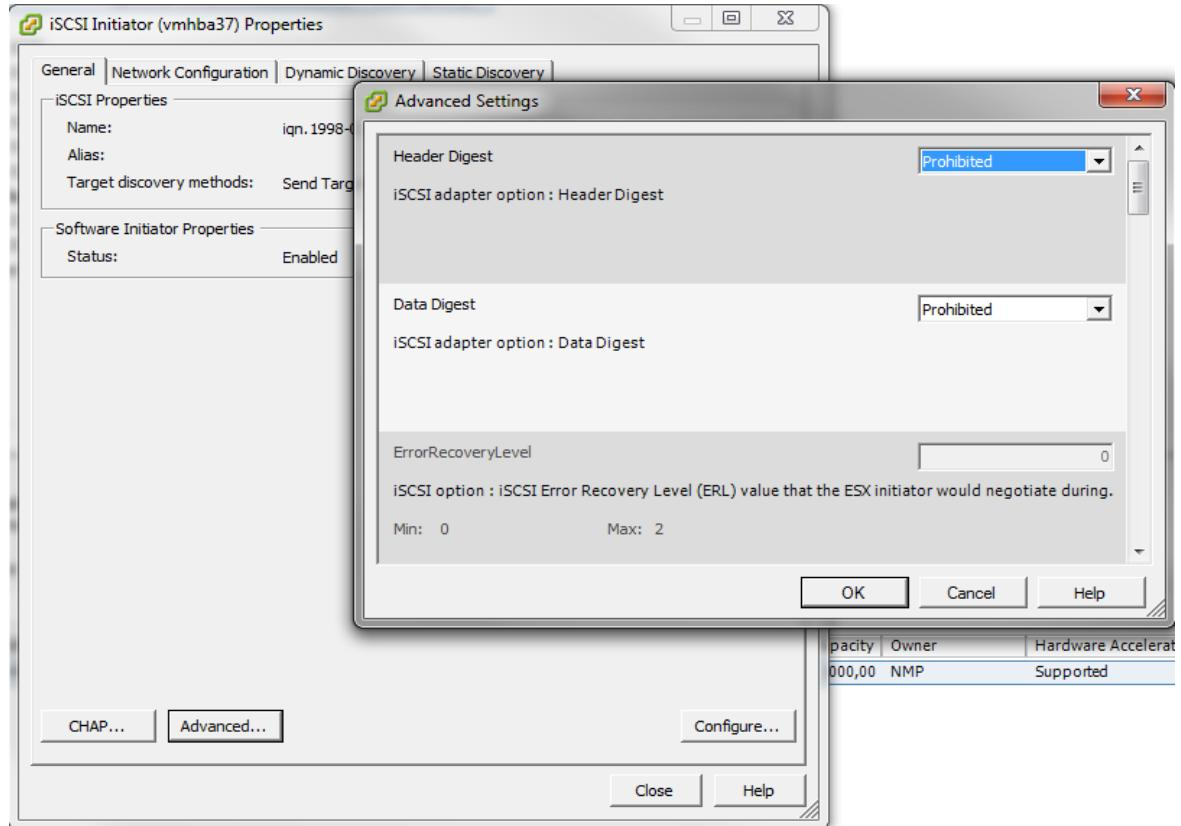

Рисунок 131. Настройка MPIO
3. Выполните настройку MPIO (см. Рисунок 131).